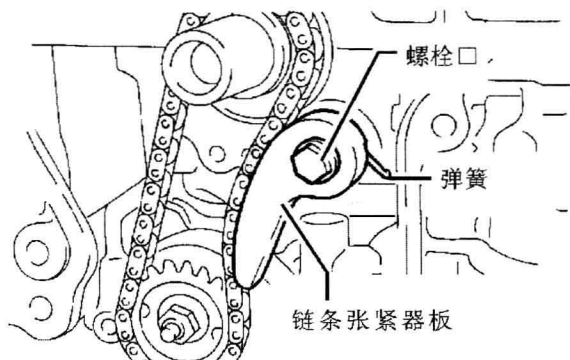

图 1-21 拆卸螺栓、链条张紧器板和弹簧
(3) 拆卸螺栓、链条张紧器板和弹簧, 如图 1-21 所示。